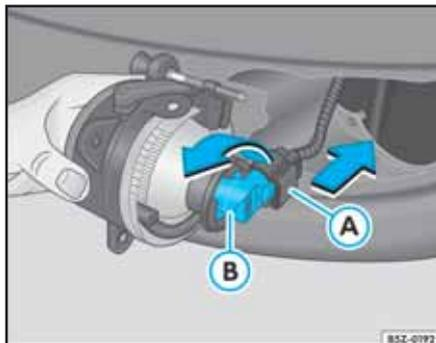

Fig. 188 Acceso a la lámpara del faro de niebla.
- Desplace el conjunto de faro de niebla hacia afuera fig. 188.
- Retire el conector de alimentación de la Lámpara **A** fig. 188.
- Retire el portalámparas **B** girándolo en el sentido de la flecha ⇒ fig. 188.
- Gire el portalámparas en sentido contrario al de la flecha ⇒ fig. 188.